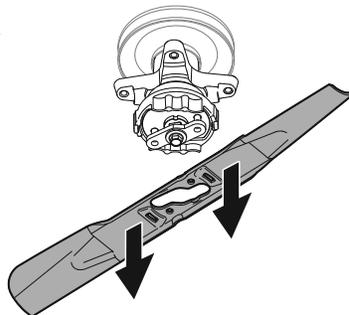

Figura 47
5. Cuando el orificio del centro de la cuchilla se alinee con el retenedor de cuchillas del tractor, baje la cuchilla con cuidado. Consulte la Figura 47.